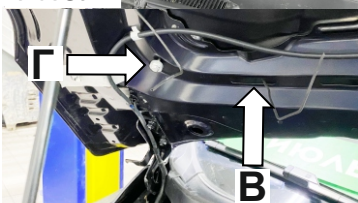

Рис.3
3. Завести планку закладную М6 через отверстие (В) и совместить отверстия в планке, с отверстием в кузове автомобиля (Г). Вкрутить болт М6х25 в отверстие (Г) на 2-3 оборота. (Рис.3).